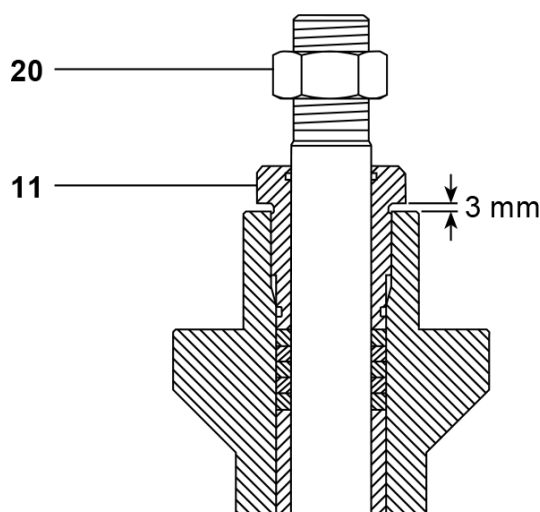

Fig. 23
- Serrer l'écrou de presse-étoupe (11) jusqu'à :
- ii) Assemblage garniture en graphite : Un espace de 3 mm est nécessaire entre la partie inférieure de l'écrou de presse-étoupe et le chapeau. Voir Fig. 23.
- Replacer l'écrou de blocage (20).